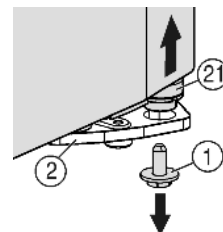
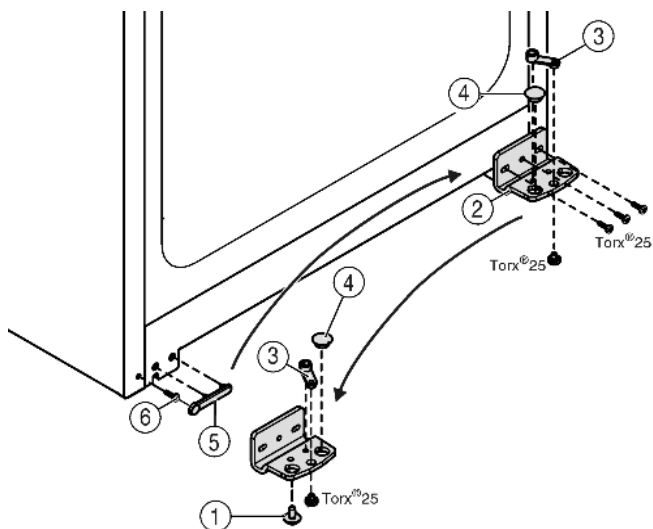

Fig. 5
Fig. 6
- ▶ Dolje desno u ležištu vrata odvrnite i izvadite sigurnosni vijak Fig. 5 (1).
- ▶ Svornjak ležišta Fig. 5 (21) odvojite se od ležišta vrata Fig. 6 (2).
- ▶ Ako se svornjak ležišta Fig. 5 (21) ne odvoji, istisnite svornjak odozdo prema van.
- ▶ Odvrite vijke podloška ležaja Fig. 6 (2).
- ▶ Odvijte dio ležišta Fig. 6 (3) i premjestite ga u nasuprotnu prihvatnu rupu podloška ležaja, ponovo ga zavijte.
- ▶ Izvadite čepove Fig. 6 (4) iz podloška ležaja i premjestite ih u nasuprotnu prihvatnu rupu podloška ležaja.
- ▶ Oprezno podignite pokrov Fig. 6 (5) na strani ručke.
- ▶ Odvijte vijak Fig. 6 (6) i ponovo ga umetnite na drugu stranu.
- ▶ Ponovo stavite poklopac Fig. 6 (5).
- ▶ Eventualno pomoću odvijača na baterije ponovo čvrsto pričvrstite vijcima podložak ležišta Fig. 6 (2) na novoj strani šarke (s 4 Nm).
- ▶ Sigurnosni vijak Fig. 5 (1) uvrnite u svornjak ležišta i čvrsto zategnite (s 4 Nm).